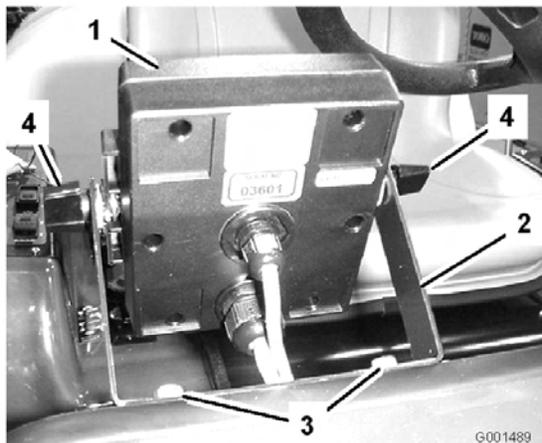
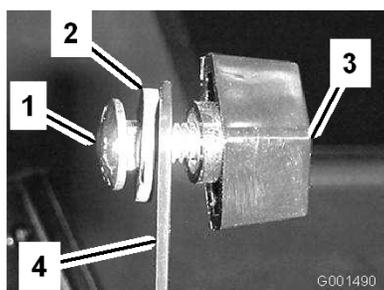

Figura 5
Figura 6
- Montate la staffa del monitor bracket sulla plancia (Figura 5) usando due bulloni a testa flangiata (1/4 x 3/4 poll.) e due dadi flangiati (1/4 poll.).
- Montate sulla staffa, senza serrarli, i due bulloni a testa tonda, le rondelle elastiche e le manopole, come illustrato nelle Figura 5 e Figura 6.
- Montate il monitor Spray Pro sopra la testa dei bulloni a testa tonda (Figura 5) quindi serrate le manopole per ancorarlo.